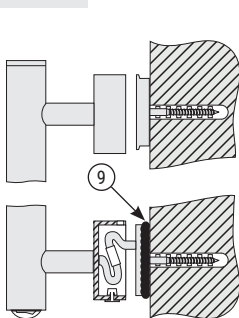

Рис.4
- 4.14. Заправить провода в коробку (рис. 4).
- 4.15. Произвести герметизацию шва силиконовым герметиком по контуру примыкания коробки и стены (рис. 4).